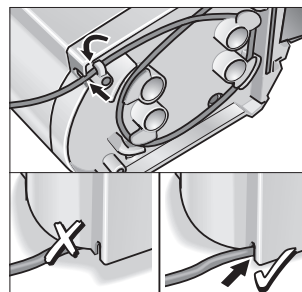

Fig. 3: Stille opp stasjon
- Heng resterende nettledning på ledningskroken, og pass på at nettledningen føres gjennom kabinettåpningen (fig. 3).